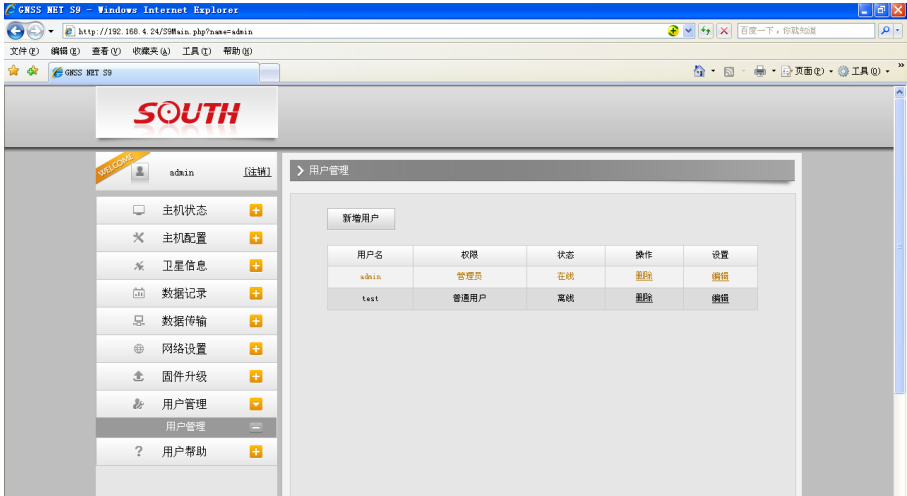

图 3-23 用户管理栏页面
b) “WIFI 设置”页面如图 3-23 所示。工作模式选择‘AP’；AP_SSID 配置搜索主机时主机显示的名称；AP_Password 配置登陆密码；选择 AP 加密方式开放的时候，则不需要密码也可登陆。